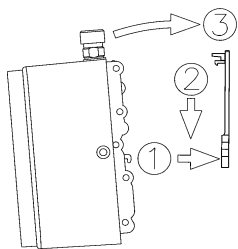

рис. 6
- Навесьте водонагреватель на крепежную планку (см. рис. 6).
- Сетевой кабель должен быть стационарно подключен к терминальному блоку нагревателя, как изображено на коммутационной схеме (см. рис. 6).